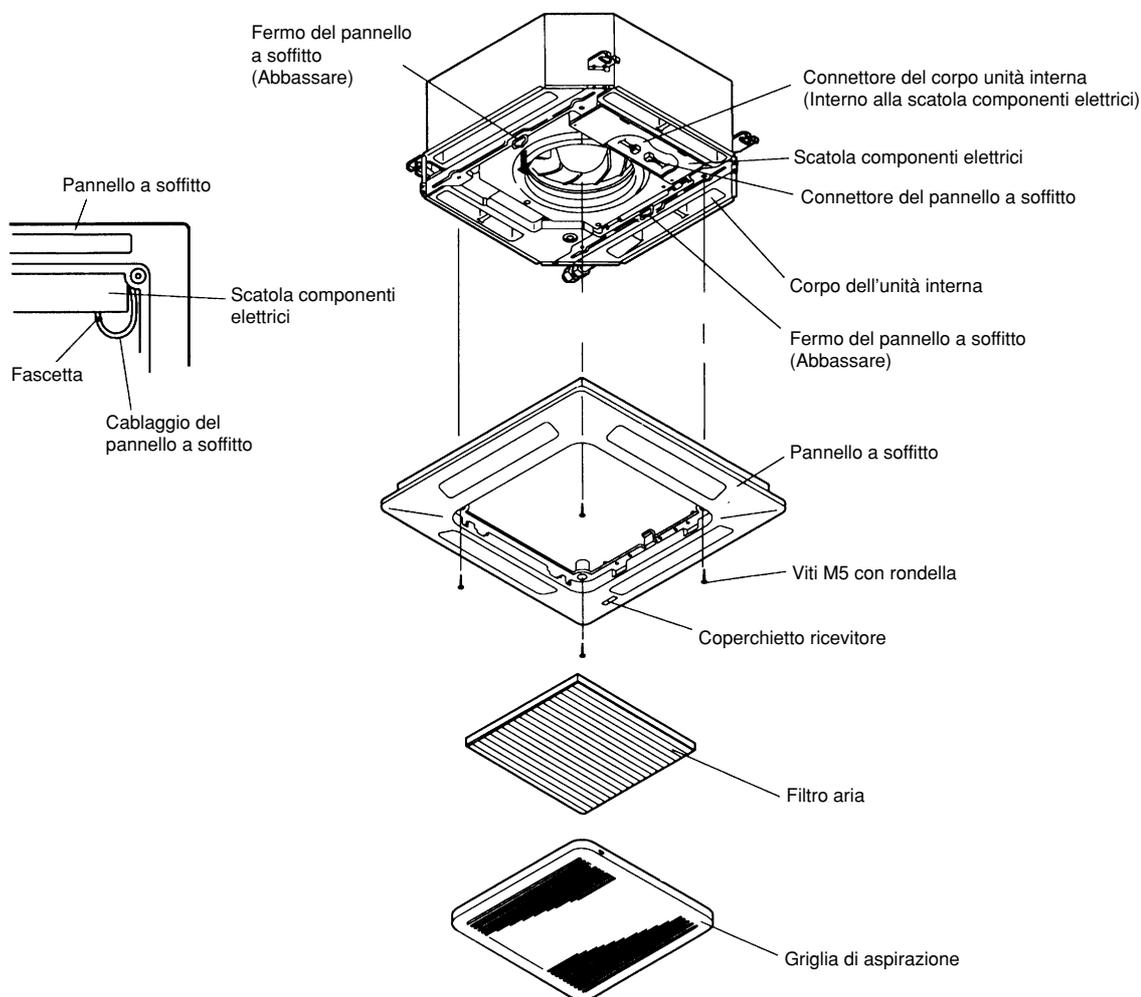

Fig. 11-3
- (2) Abbassare i due agganci del pannello nell'unità interna (parte da incasso). (Fig. 11-3)